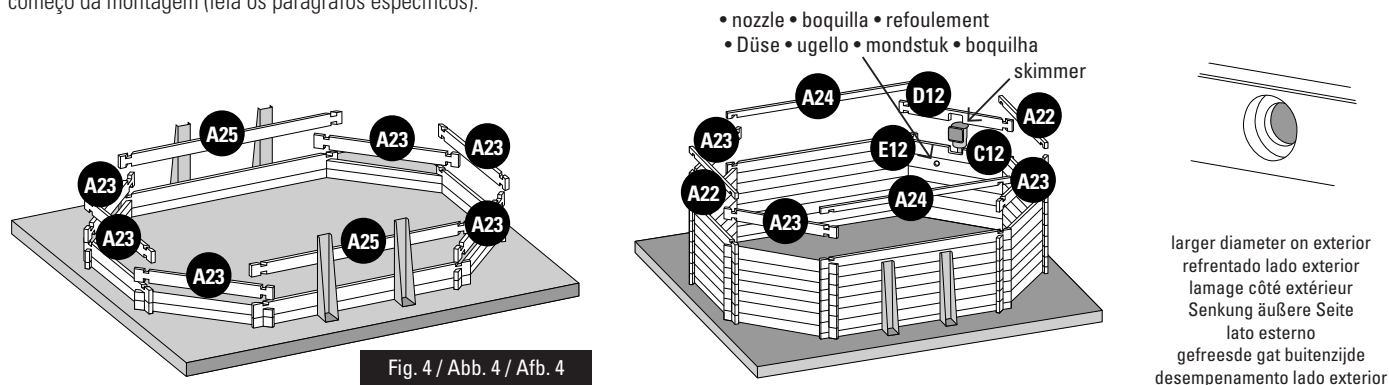

Fig. 4 / Abb. 4 / Afb. 4
3rd LAYER OF BOARDS: Install the third layer of boards as shown in figure 4. The position of the refilling fitting with the key and the skimmer should be defined at the start of the assembly (read the specific paragraphs).
3ÈME RANGÉE MADRIERS : Positionnez les madriers de la 3ème rangée conformément à la figure 4. Vous devez avoir déterminé l'emplacement de la buse de refoulement et du skimmer dès le début du montage (voir paragraphes spécifiques).
3. BRETTERREIHE: Platzieren Sie die Bretter der dritten Reihe laut Abb. 4. Zu Beginn der Montage müssen Sie die Lage des Druckventils und des Skimmers festlegen (lesen Sie hierzu die entsprechenden Abschnitte).
3ª RIJ PLANKEN: Plaats de planken van de derde rij zoals te zien is op afbeelding 4. U moet al bij aanvang van de montage bepalen op welke plaats het uitstroombondstuk en de skimmer moet komen (less de betreffende paragrafen).